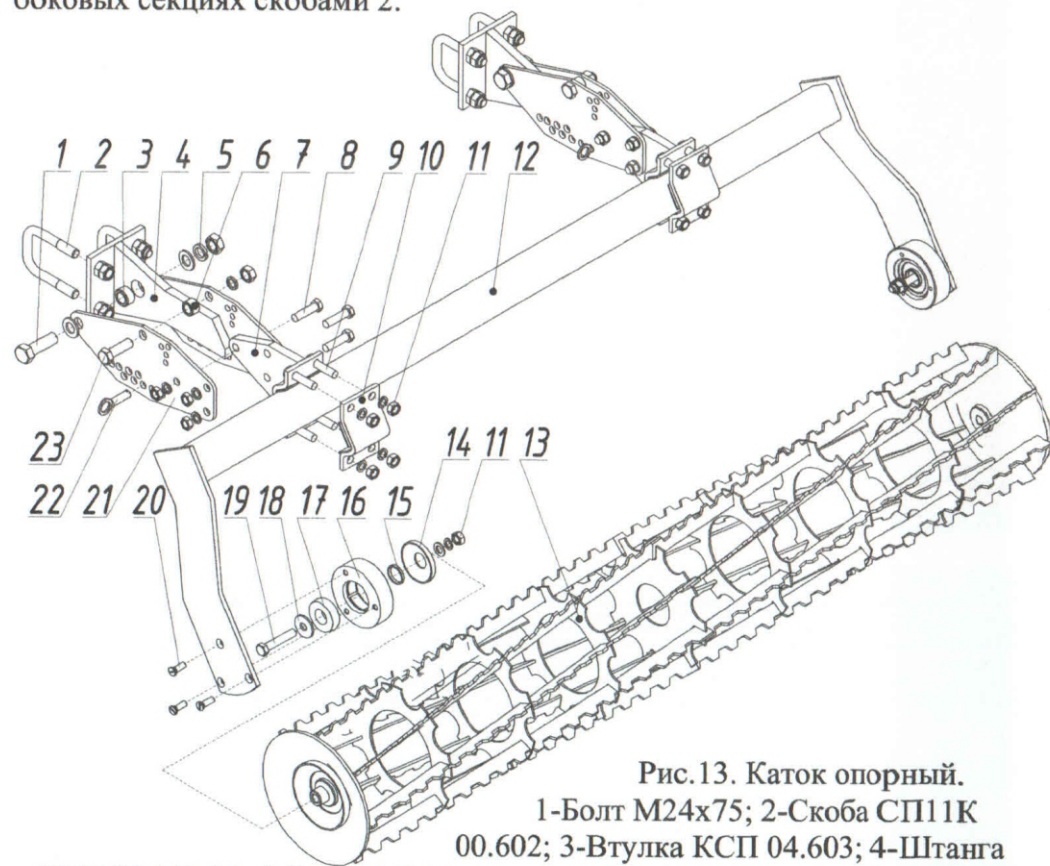

Рис.13. Каток опорный.
3.6.1. Катки прикатывающие (Рис.13) состоят из спирально-планчатых катков 13 закрепленных на подшипниках 17 в корпусах 16. Корпуса закреплены специальными винтами 20 в опоре 12. Опора через кронштейны би21 шарнирно прикреплена к штангам 4. Штанги при установке на культиваторе закрепляются на задних балках центральной и боковых секциях скобами 2.